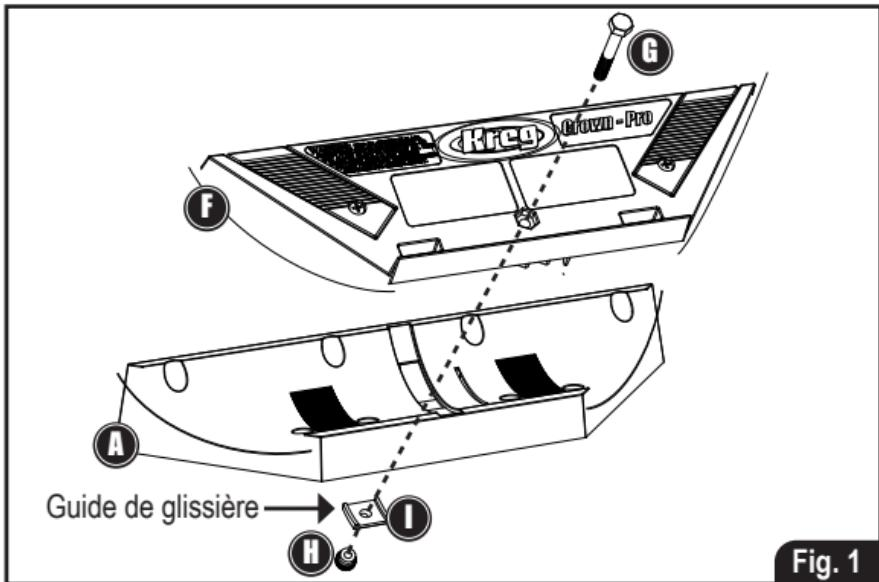
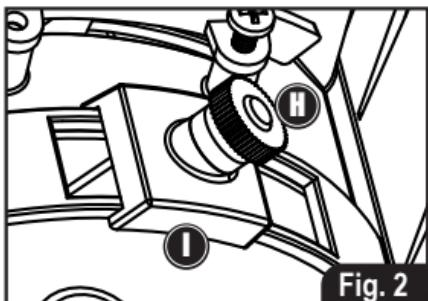

Fig. 1
Fig. 2
Fixez les 10 pieds en caoutchouc (B) inclus à la base (A) pour une bonne prise sur la surface de travail (**Fig. 3**). Fixez le porte-moulure (F) à la base (A) à l'aide du grand boulon (G) (**Fig. 1**). Placez le guide de glissière (I) sur le boulon (tel qu'il est illustré) et fixez le tout à l'aide de l'écrou de serrage en plastique (H) (**Fig. 2**).